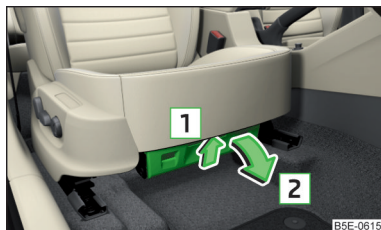

Fig. 109
- Pour **ouvrir** appuyer sur la poignée dans le sens de la flèche  et ouvrez le compartiment dans le sens de la flèche . » fig. 109